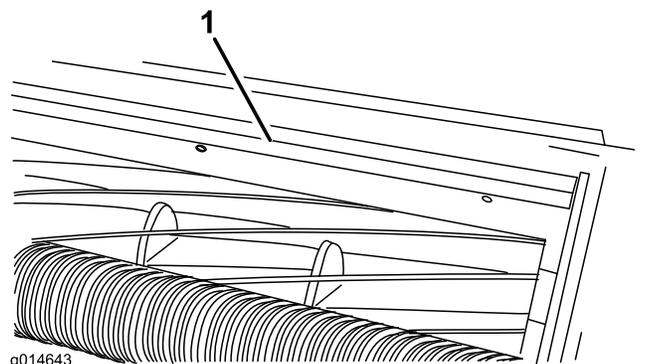

Figura 6
1. Afloje los pernos que fijan la barra superior (Figura 6) a la unidad de corte.